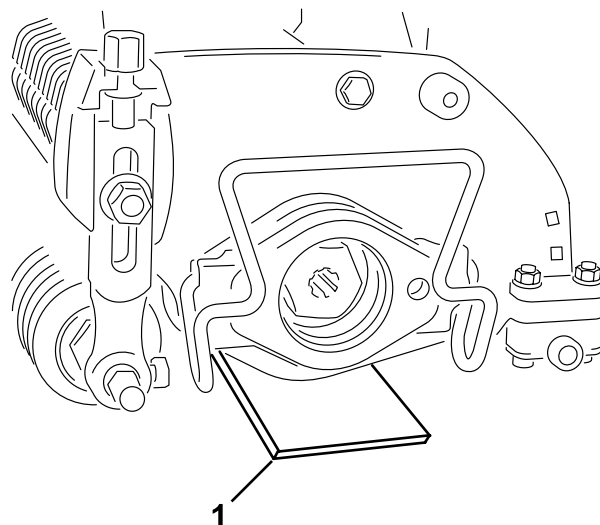

Figura 3
2. Placez un gabarit, qui a la hauteur de lame voulue au-dessus du sol, sous chaque extrémité du défendeur (Figura 3).